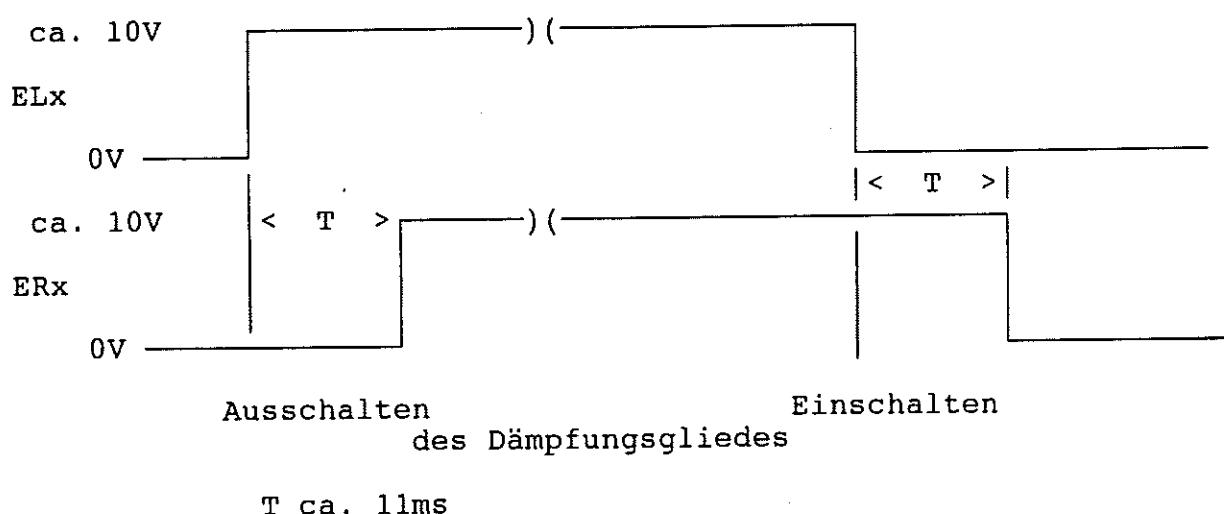

Bild 1 Ansteuerpulse der Dämpfungsglieder
Die Dämpfung der Eichleitung wird über eine serielle Schnittstelle eingestellt. Diese enthält das Gate-Array "EICHGA" (D1). Es erzeugt an den Leistungsausgängen ELx und ERx für jedes Dämpfungsglied Strompulse von einigen ms Dauer. Dadurch werden die Magnetspulen angesteuert, die je nach Polarität die Kontaktwippen in die eine oder andere Richtung betätigen (siehe Bild 1).
Ansteuerpulse nach Bild 1 prüfen.
- Pegel nach Tabelle einstellen und Ansteuerpulse nach Bild 1 kontrollieren: